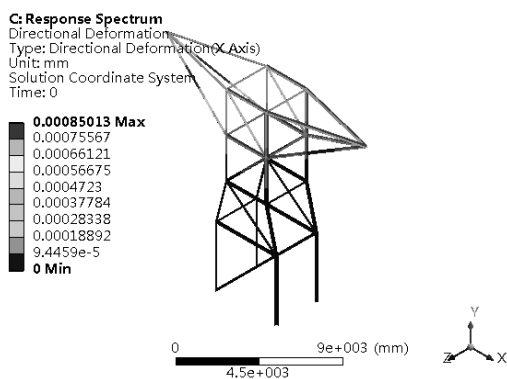

图 8-35 变形分析云图
Step4：选择 Outline（分析树）中 Solution（C6）下的 Directional Deformation 选项，此时会出现如图 8-35 所示的变形分析云图。